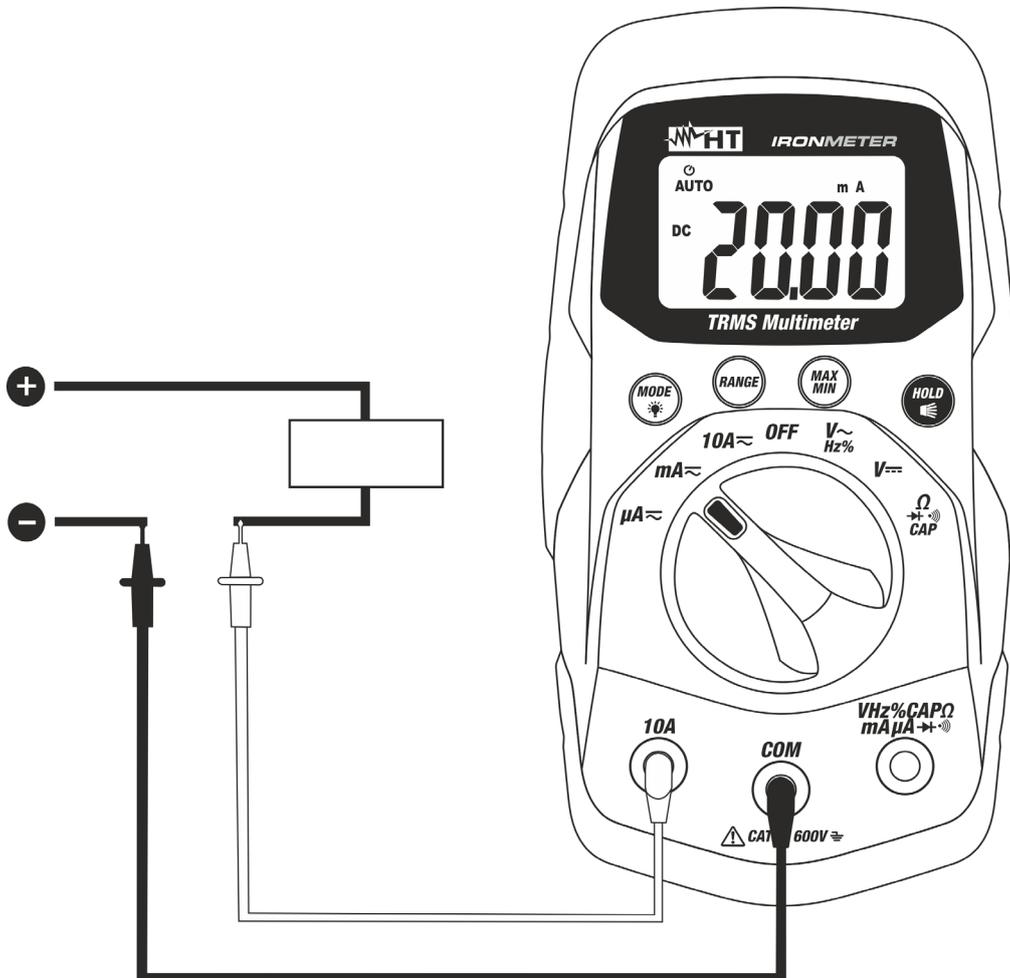

Fig. 8: Uso del instrumento para medida de Corriente CC
5. Conecte la punta roja y la punta negra en serie al circuito del que se quiere medir la corriente respetando la polaridad y el sentido de la corriente (vea Fig. 8).
8. La visualización del símbolo "-" en el visualizador del instrumento indica que la corriente tiene sentido opuesto respecto a la conexión de Fig. 8.